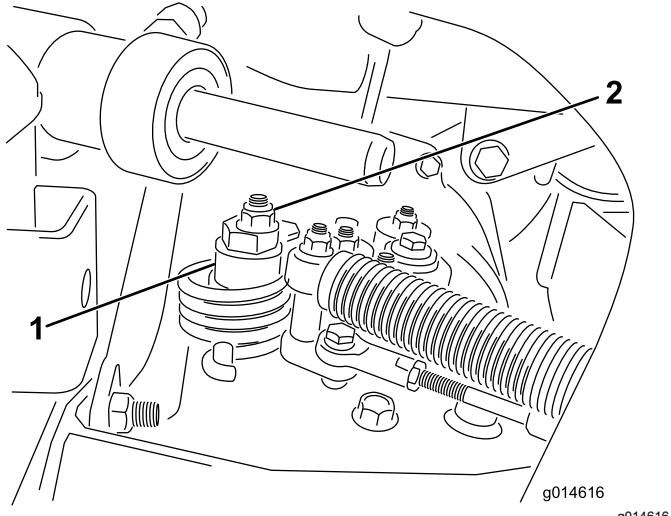

Bild 37
- Lösen Sie die Mutter, mit der der Exzenter oben am Hydrostat befestigt ist (Bild 37).
- Drehen Sie den Exzenter, bis kein Kriechen in jeder Richtung auftritt. Ziehen Sie die Schraube fest, wenn sich das Rad nicht mehr dreht, um den Exzenter und die Einstellung zu arretieren (Bild 37). Überprüfen Sie die Einstellung, wenn die Gasbedienung in der LANGSAM- und SCHNELL-Stellung ist.